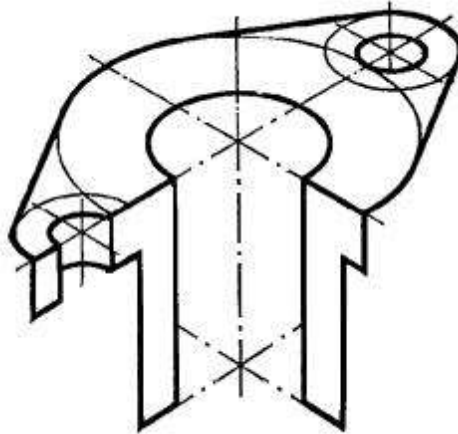

Рис. 9
3. вычерчивают контурные очертания верхней плоскости фланца видимого участка его нижней плоскости (рис. 9),